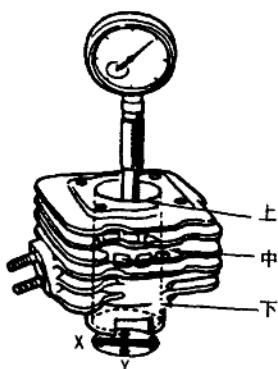

图 1-7 测量气缸内径
(6) 气缸磨损的检测方法：气缸磨损通常用内径百分表进行测定，测定部位应按图 1-7 所示的要求，在活塞销方向(X—X 方向)及其垂直方向(X—Y 方向)，选上、中、下三段的六个点各测量一次气缸内径(注意测量时应避开扫、排气口)，将其中最大值作为气缸内径值。若气缸内径值大于使用极限值，则说明气缸磨损严重，应镗缸修理或更换气缸体。
(7) 气缸镗缸修理的方法及步骤
① 气缸镗缸尺寸一般分为三至六级，它是在气缸内径标准尺寸的基础上，每加大 0.25mm 为一级。即第一级加大 0.25mm，第二级加大 0.50mm，第三级加大 0.75mm，以此类推。
② 用内径百分表测量出气缸磨损后的最大内径，再加上加工余量 0.1~0.15mm(该数值的选择应取决于设备情况和技术条件)，然后选取与此数值相应的一级的镗缸尺寸，即：